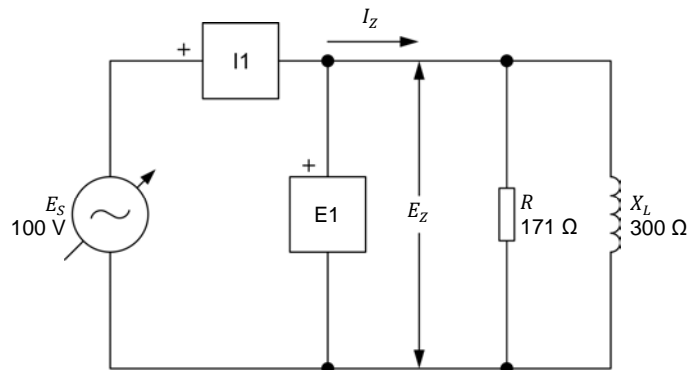

Figure 2-21. Circuit ca en parallèle contenant une résistance et une bobine.
48. Montez le circuit montré dans la figure 2-21.